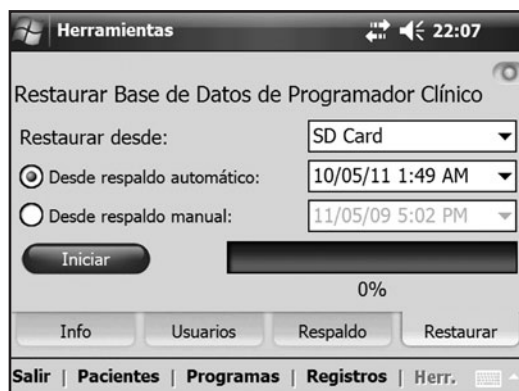

Ilustración 8-49: Ventana Restaurar.
4. Presione el menú **Herramientas** y luego la pestaña **Restaurar**. Se abrirá la ventana Restaurar. Consulte la Ilustración 8-49.